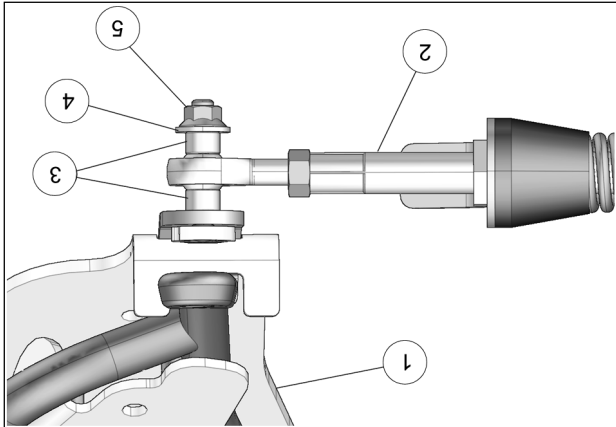

Fig. 23
13. Fixer le bras stabilisateur (2) au boulon déjà installé sur l'ancrage de suspension (1) à l'aide des deux espaces (3), de la rondelle (4) et de l'écrou autobloquant (5). Serrer à un couple de 70 N•m [52 lb•pi]. Voir la Fig. 23